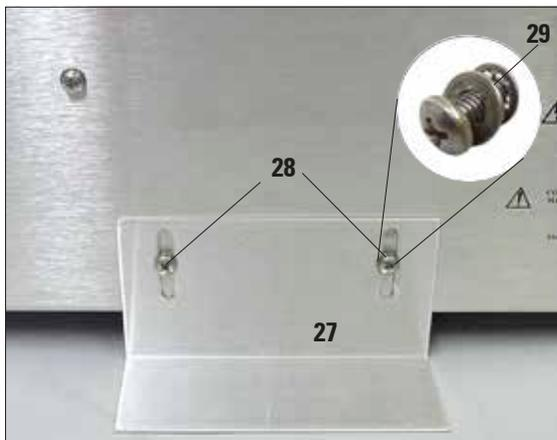

Fig. 20
- Para ello, desatornillar primero los dos tornillos con ranura cruciforme (28) con un destornillador. Tener en cuenta las dos arandelas (29).
- Colocar el ángulo de apoyo contra la parte posterior del equipo (fig. 20) y volver a insertar los dos tornillos pero sin apretarlos completamente.